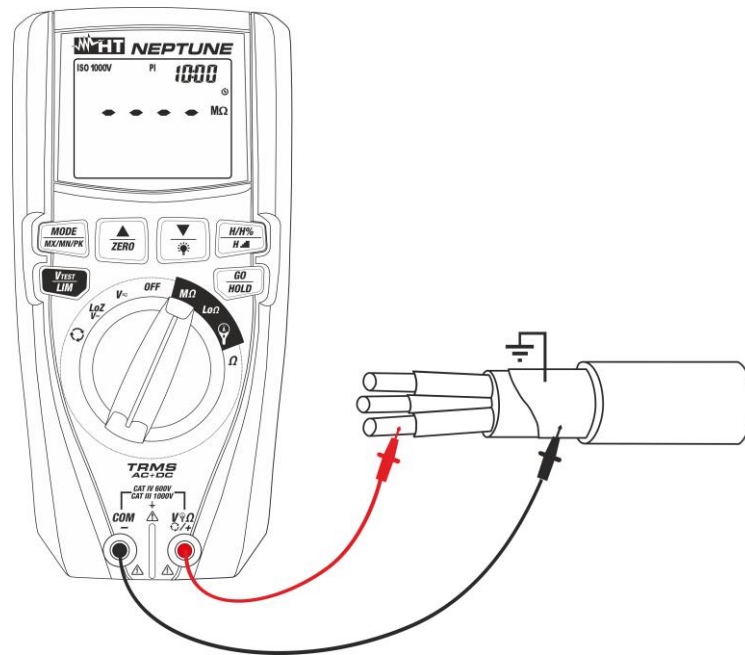

Fig. 22: Uso del instrumento para medida resistencia de aislamiento en modo PI
6. Inserte el conductor rojo en el terminal de entrada **VΩΩ/+/+** y el conductor negro en el terminal de entrada **COM/-** y eventuales terminales de cocodrilo y conecte el instrumento a la instrumentación en examen (vea la Fig. 22)